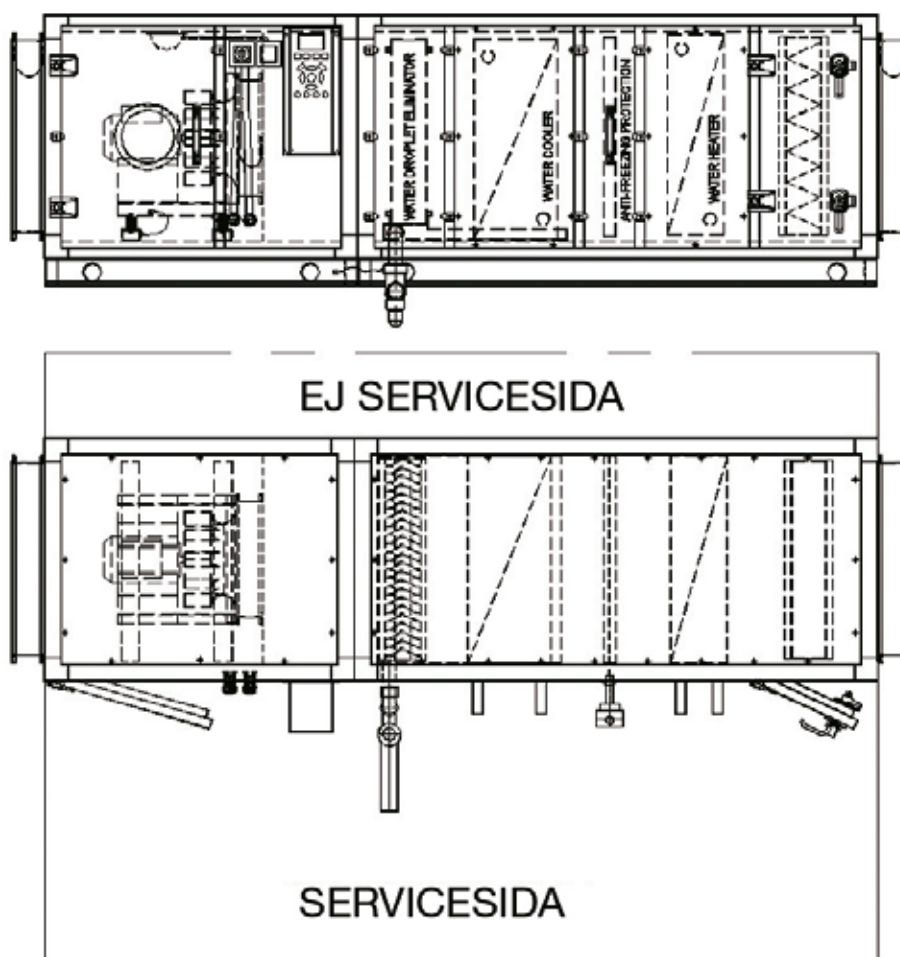

Bild 9
- För att underlätta monteringen ska ett fritt utrymme som är minst 0,5 m brett finnas även på andra sidan av aggregatet (bild 9).